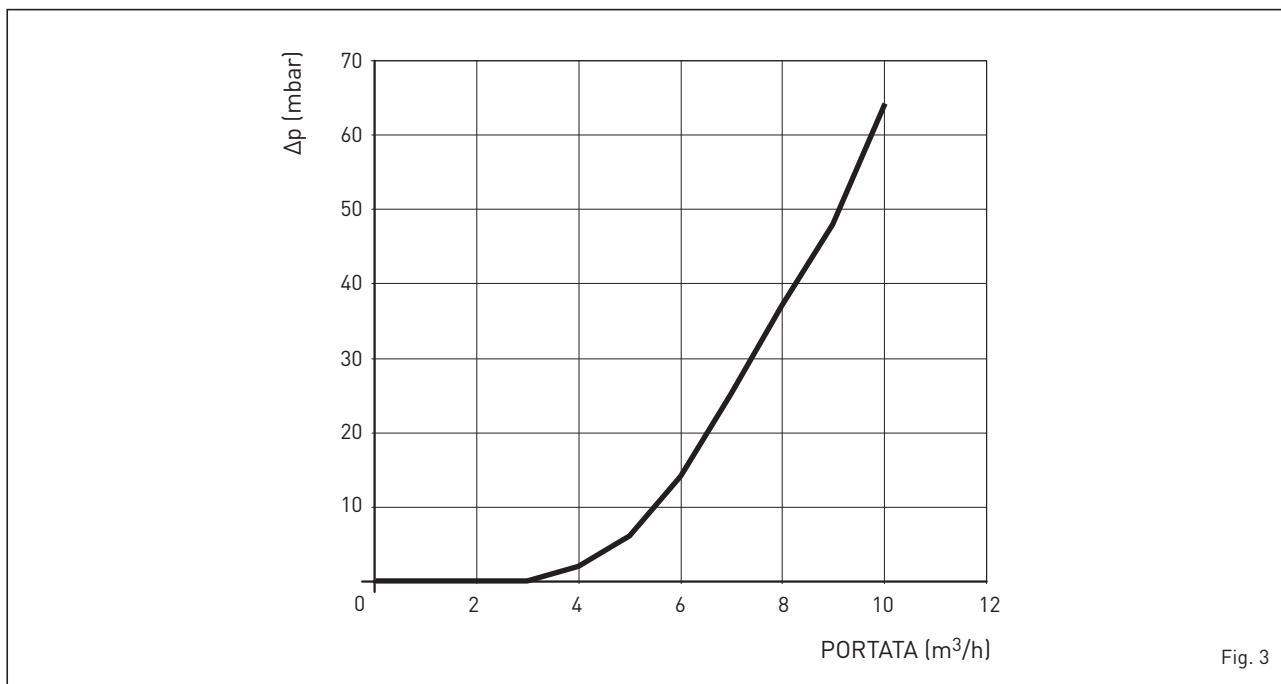

Fig. 3
1.5 PERDITE DI CARICO DEL COMPENSATORE IDRAULICO FORNITO A RICHIESTA NEI KIT COD. 8101550 (fig. 3)
1.6 TARGA DATI TECNICI (fig. 3/a)